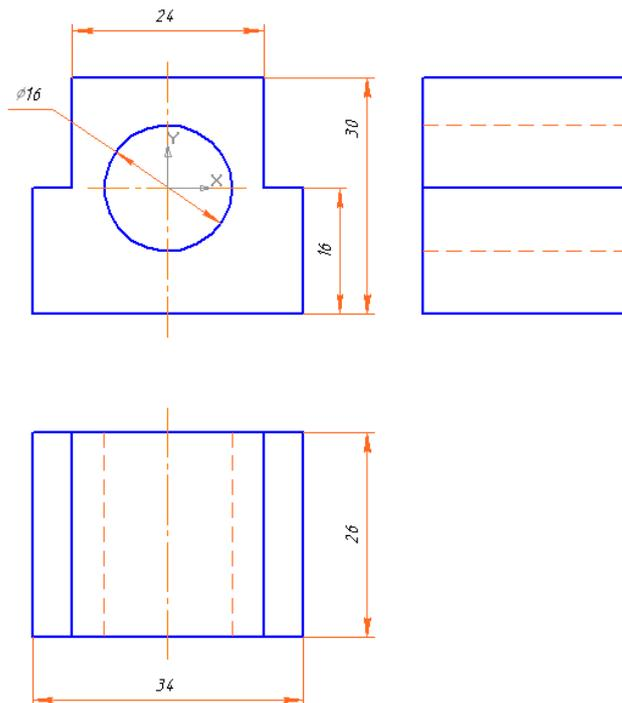

Рис. 17.6.
5.1. Нанесите диаметральные и линейные размеры чертежа опоры (рис. 17.6).